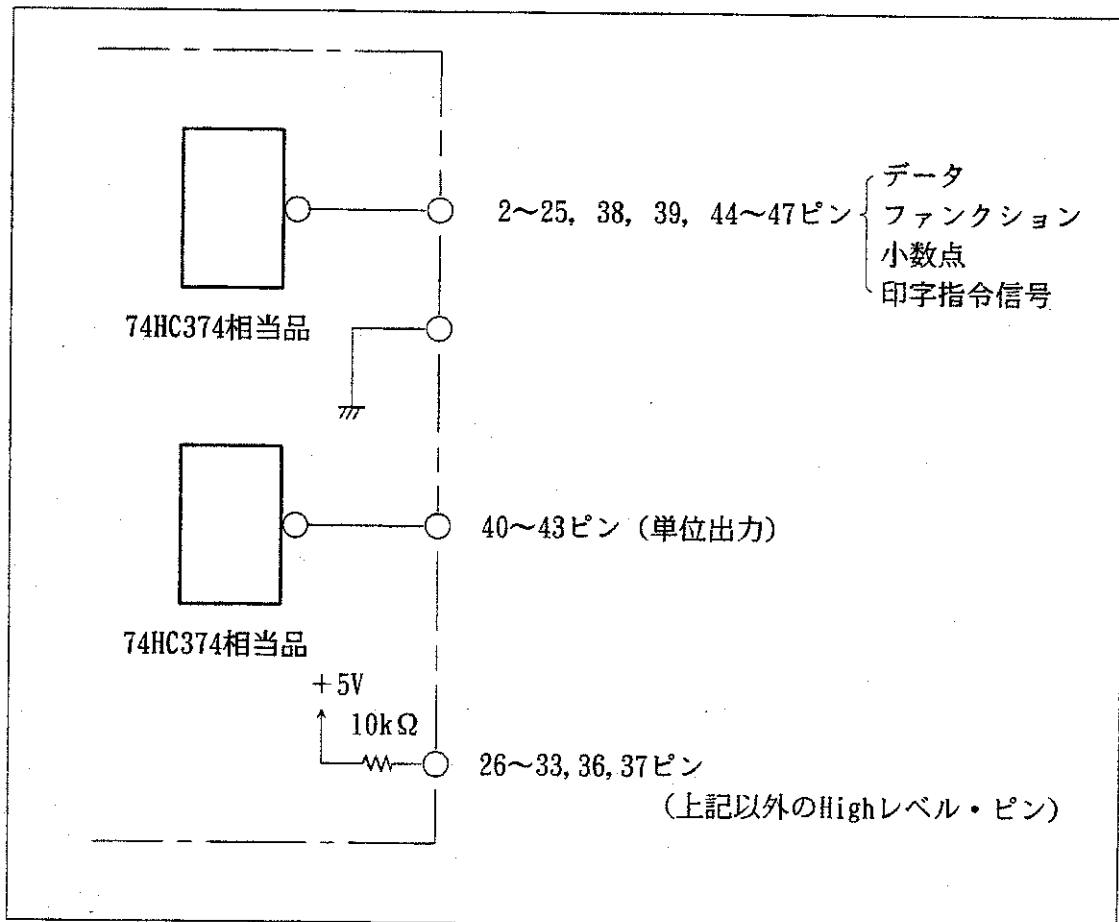

図6-3 TR13008の出力回路
1. 接続する機器の入力レベルを確認して下さい。TR13008 の出力回路を図6-3 に示します。